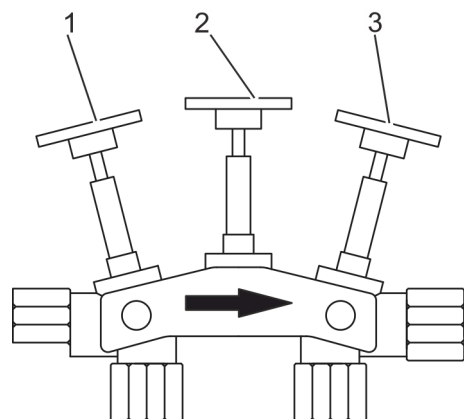

Abb. 14: Betriebsposition
- Mittleres Absperrventil (Abb. 14/2) geschlossen
- Äußere Absperrventile (Abb. 14/1 und 3) offen